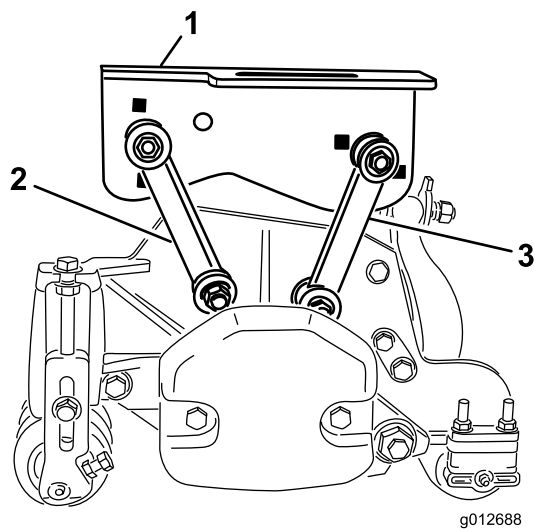

Bild 17
- Befestigen Sie die vorderen Befestigungslenker mit einer Schraube (3/8" x 2-1/4"), zwei Flachscheiben und einer Sicherungsmutter in den Löchern im mittleren Trägerrahmen, wie in Bild 17 abgebildet. Bringen Sie an jeder Seite der Verbindung bei der Montage eine Scheibe an. Ziehen Sie die Befestigungen bis auf ein Drehmoment von 42 Nm an.
- Befestigen Sie die hinteren Befestigungslenker mit einer Schraube (3/8" x 2-1/4"), zwei Flachscheiben und einer Sicherungsmutter in den Löchern im mittleren Trägerrahmen, wie in Bild 17 abgebildet. Bringen Sie an jeder Seite der Verbindung bei der Montage eine Scheibe an. Ziehen Sie die Befestigungen bis auf ein Drehmoment von 42 Nm an.